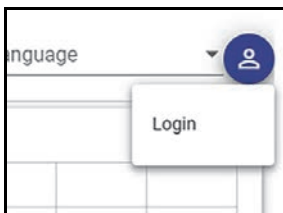

Рис. 5-2 Значок доступа Менеджера
1. Щелкните на значок в правом верхнем углу экрана (см. Рис. 5-2 на стр. 74).